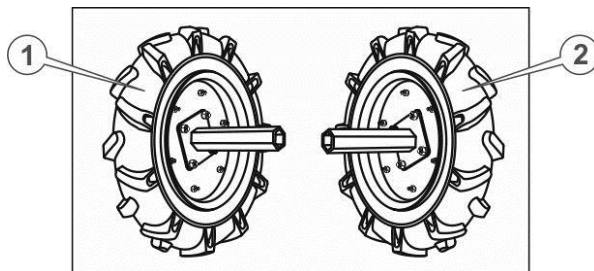

Рисунок 5. – Маточини з колесами
4. Приєднати маточини коліс до колісних дисків за допомогою болтів, надійно затягнути всі з'єднання на колесах (див. рисунок 5.) Водночас необхідно пам'ятати, що на колеса встановлені пневматичні шини зі спрямованим малюнком протектора типу «ялинка». Встановлювання колеса необхідно виконувати так, щоб споглядаючи на мотоблок зверху, «вістря» цієї «ялинки» були спрямовані вперед (див. Рисунок 5. та 6.), крім того, вентиля для накачування камер повинні перебувати з зовнішнього боку колеса.